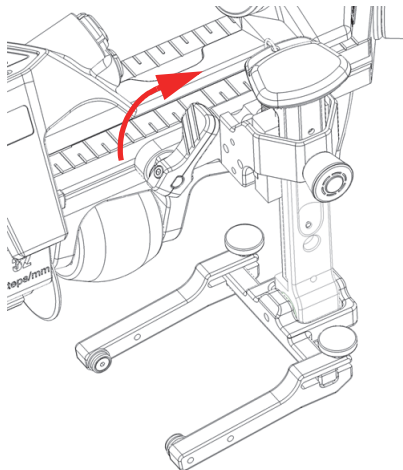

Рис. 2-8 Зафиксированное крепление для ПЭП
4. Поверните установочный рычаг по часовой стрелке, чтобы зафиксировать крепление ПЭП (Рис. 2-8 на стр 44).